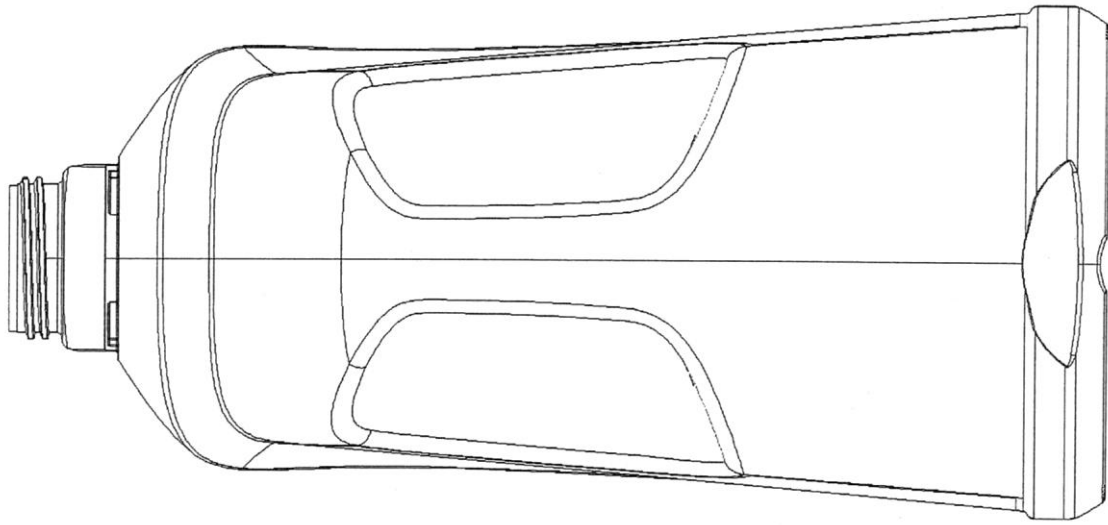

Fig. 4
- fig. 4 - odmianę 1 butelki w widoku z prawego boku,